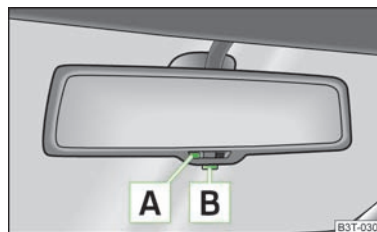

Fig. 52
- Apăsăți tasta **B** » fig. 52, lampa de control **A** se aprinde.